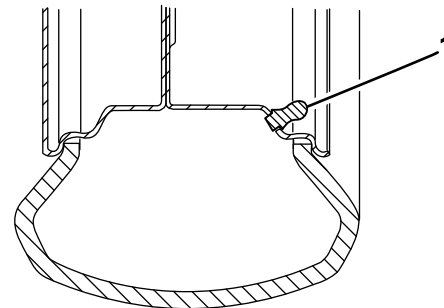

Figure 2
4. Placez la rallonge de valve sur la valve (Figure 2).